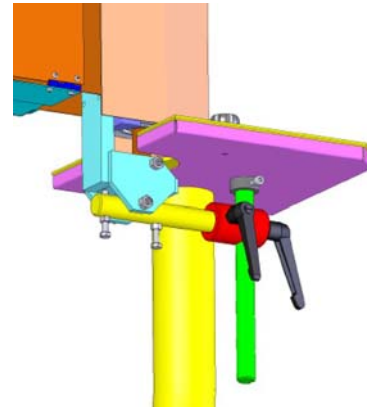

Abb. 4: Seitentisch montieren
Schritt 2: Den Seitentisch in den Träger einsetzen und mit den Klemmhebeln in der gewünschte Höhe festklemmen (Abb. 4).